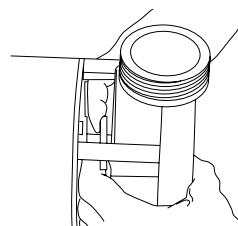

Figure 7
5. Visser l'impulseur sur l'arbre ou jusqu'à ce qu'il repose contre l'épaulement de l'arbre. Faire passer le déflecteur par-dessus l'extrémité du manchon de l'impulseur de façon qu'il repose sur l'impulseur (voir la Figure 7).6. Poser la